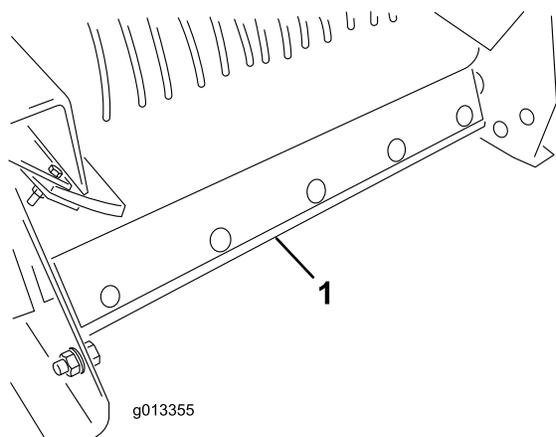

図 50
- プロパスの後部からベルト・スクレーパ・アセンブリを取り外す（図 50）。